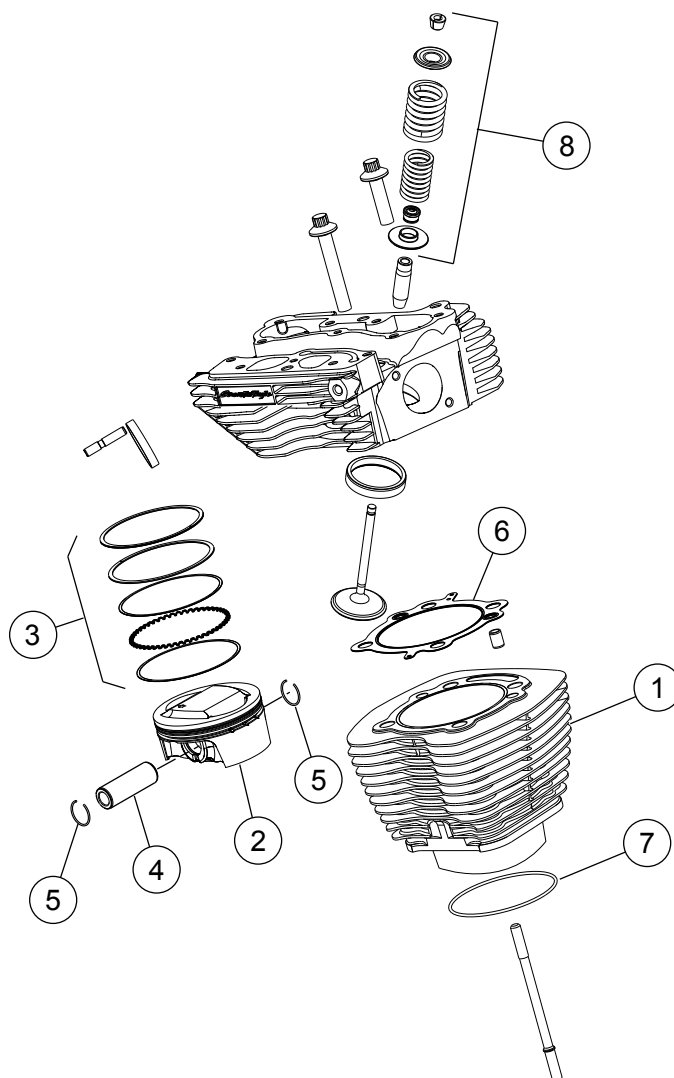
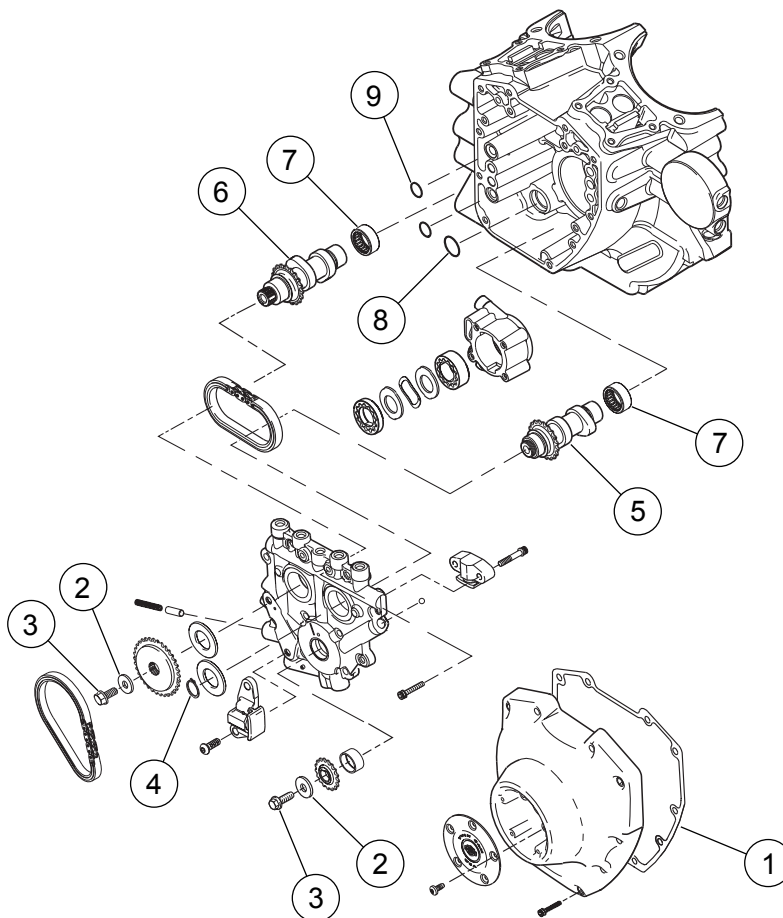

Figure 1. Pièces détachées : Kit Stage 3 Screamin' Eagle Pro TC 1 690 cm³ (103 po³)
Figure 3. Pièces détachées : Kit Stage 3 Screamin' Eagle Pro TC 1 690 cm³ (103 po³)
Voir Figure 1 à Figure 3 et Tableau 1 au Tableau 3.
1. Voir Figure 3. Inspecter les roulements à aiguilles (7) d'arbre à cames et les remplacer si nécessaire.
2. Voir Figure 1 à Figure 3. Monter les cames sur la plaque de came, les ressorts de soupapes performantes sur les culasses et la partie supérieure du moteur en utilisant les pièces du kit. Voir les sections MOTEUR appropriées dans le manuel d'entretien.